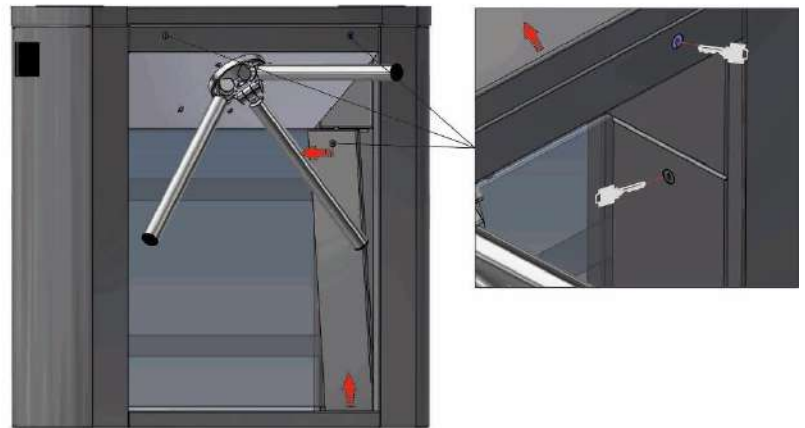
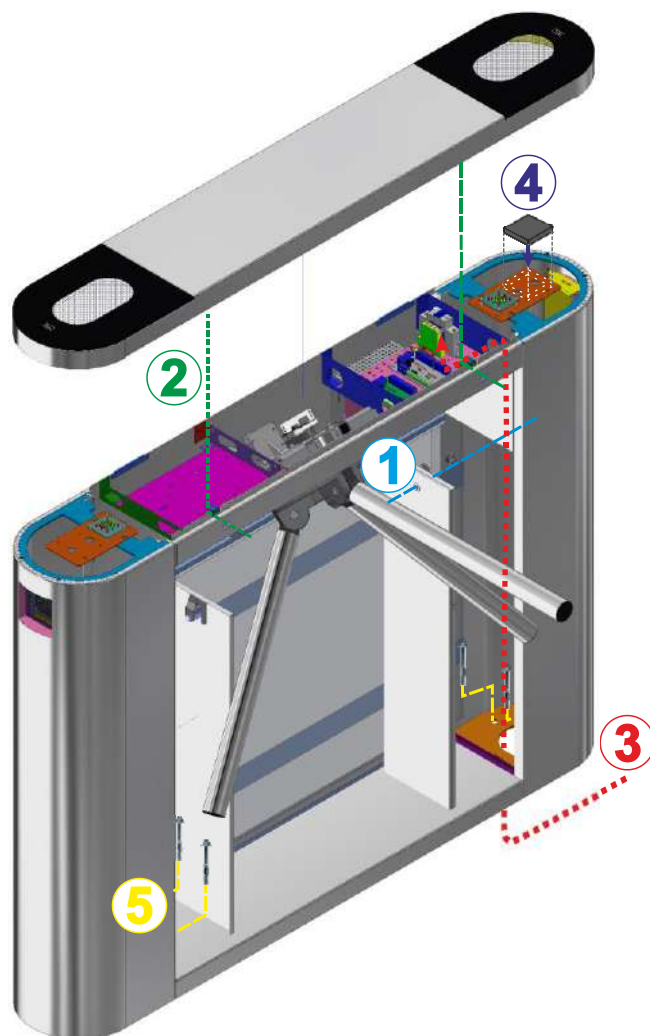

Рис. 15- Відкриття дверки і кришки турнікету
Рис. 16 – Загальний вид складання турнікета-трипода «GALAXY-M»
8) Для доступу до кріпильних отворів основи турнікету-триподу «GALAXY-M» (Рис.15) необхідно зняти дві дверки стійок турнікету, відкривши по одному замку дверей корпусу; Для доступу до клемних колодок відкрити замки турнікету та зняти кришку (Рис.16):